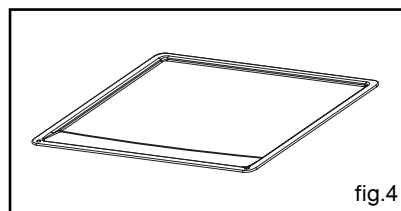

fig.4
DA 3 / BESKRIVELSE AF APPARATET**• TILBEHØR (i henhold til model)****• Plade til mange funktioner 5 mm (fig.4)**
- Sæt ruden fast igen med clipsene (fig.4).